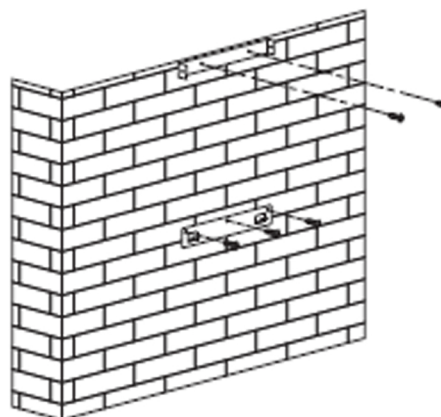

Figura 2
3. Instale o gancho em um local adequado após fixar a altura de instalação e mantenha-o alinhado. A posição fixa do suporte interno da chaminé é o local da chaminé. Veja a figura 2.